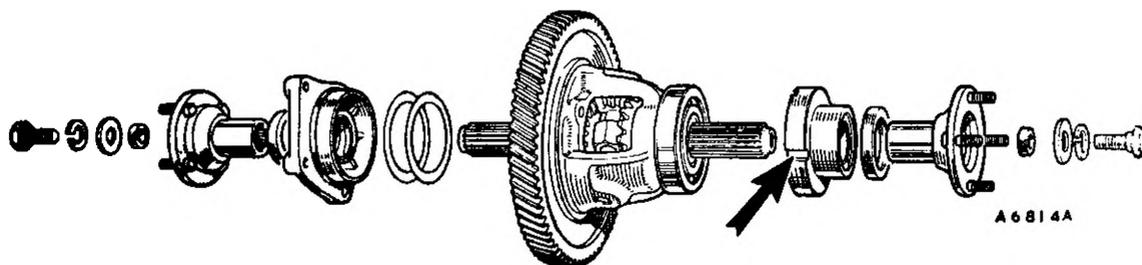

Fig. Fa. 65
14. Collocare il gruppo del differenziale nella scatola della trasmissione spingendolo verso il convertitore di coppia. La cava nella bussola distanziale deve allinearsi con il grano riportato sulla scatola della trasmissione (vedi la Fig. Fa. 65). Installare una guarnizione nuova di tenuta, fissandola nella sua sede con ermetico Hylomar. Assicurarsi che la tenuta ad olio sia in contatto con il lato della bussola distanziale e riattaccare quindi il supporto differenziale. Sostituire le piastrine ed svitare i dadi di fissaggio sulla scatola del differenziale, senza peraltro stringerli a fondo.